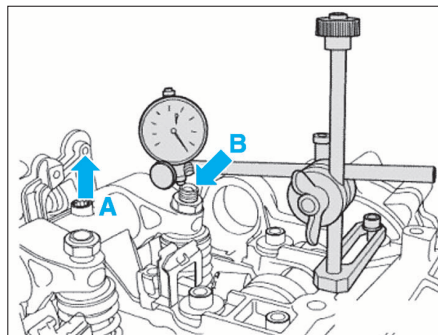

FIG. 52
- S'assurer de la présence de la tête sphérique (9).
- serrer progressivement et en plusieurs passes les vis (4) et (5) jusqu'à ce que la rampe de culbuteur prenne appui sur le cadre de palier.
- serrer les vis (6), (3) et (7) au couple prescrit.
- serrer les vis (4) et (5) au couple prescrit.
- Mettre en place un comparateur, palpeur en appui sur la vis de réglage de l'injecteur-pompe (Fig.52).